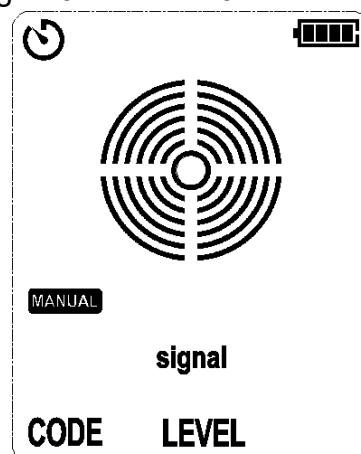

Abbildung 6.2.1b Manueller Modus
1. Schalten Sie den Empfänger ein und schalten Sie ihn in den MANUELLEN Modus (Standardempfangsempfindlichkeit: 6), wie in Abbildung 6.2.1b gezeigt.